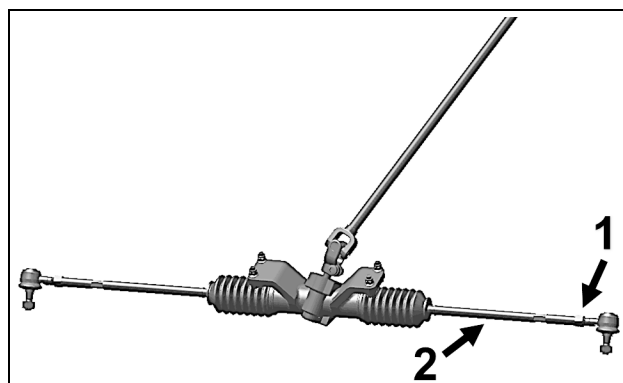

Figure 22
Pour effectuer l'ajustement sur le VCC, premièrement débloquent l'écrou (1) de chaque tige d'accouplement (2) de la direction, visser ou dévisser ensuite la tige d'accouplement (2) d'un nombre de tours égal des deux côtés du véhicule. Voir la Figure 22.